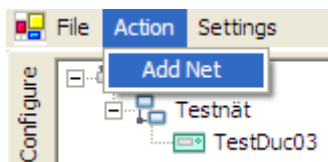

Bild 5 - Lägga till ett nät via "Action"-menyn.
- 2) Markera "Nets" i trädstrukturen (roten) och gå in i rullgardinsmenyn Action och välj alternativet "Add Net", se Bild 5 för förtydligande.